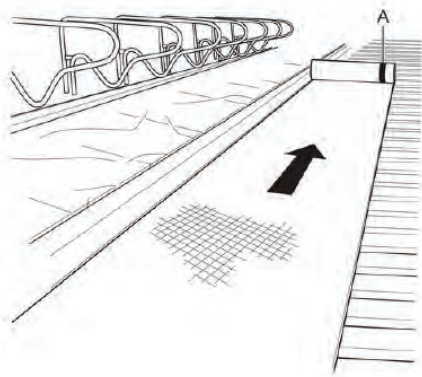

Bild 5: Montera det 8 mm tjocka skyddsöverdraget
1. Rulla ut skyddsöverdraget med den blå tejp (med DeLaval-logon, A i Bild 5) vänd uppåt och mot bakkanten av båset.